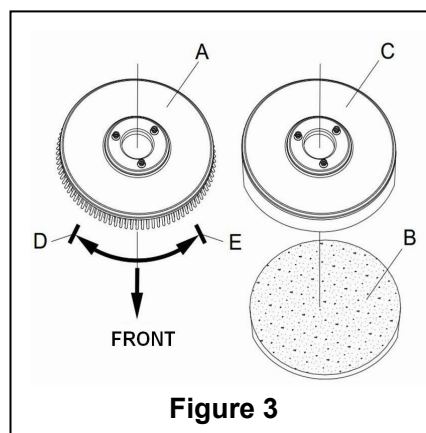

Figure 3
Selon le type de sol à nettoyer, la machine peut être équipée d'une brosse (Figure 3, A) ou d'un support de disque de nettoyage (Figure 3, B et C).
1. (Uniquement applicable sur **AS430C** et **AS510C**) : assurez-vous que le câble d'alimentation (9) coupant l'alimentation électrique et l'interrupteur (38) est en position débranchée (**O**).
2. Appuyez sur le guidon (2) pour incliner la machine vers l'arrière (26).
3. Placez la brosse (A) ou le plateau porte disque (B - C) selon le cas.
4. Utilisez le guidon (2) pour approcher le carter de la brosse (26) afin qu'il entre en contact avec la brosse ou le plateau porte disque.
5. Pour installer automatiquement la brosse/plateau porte disque, placez l'interrupteur d'alimentation (38) sur la position "I" et appuyez sur l'interrupteur de sécurité. Pousser doucement la machine vers l'avant afin de permettre à la roue de la courroie au fond du corps du réservoir de s'aligner avec la brosse ou le plateau porte disque qui peut ensuite être installé. Puis relâchez l'interrupteur de sécurité. Si nécessaire, répétez cette procédure jusqu'à ce que la brosse/le plateau porte disque soit installé.
6. Si l'étape 5 ci-dessus s'avère difficile, utilisez la méthode manuelle en suivant la flèche (D) pour installer la brosse/le plateau porte disque (comme indiqué dans la **Figure 3**).
7. Pour retirer automatiquement la brosse/le support du patin, tournez l'interrupteur d'alimentation (38) jusqu'à la position "O". Tenez le guidon avec la main puis appuyez sur la machine vers le bas jusqu'à ce que la roue de guidage touche le sol et que la brosse/le plateau porte disque soit suspendu dans l'air. Mettez l'interrupteur d'alimentation (38) sur la position "I" et appuyez sur l'interrupteur de sécurité pour laisser la brosse ou le plateau porte disque tourner jusqu'à ce que la brosse/le plateau tombe au sol.
8. Si l'étape n° 7 ci-dessus s'avère difficile, utilisez la méthode manuelle en tournant la brosse/le plateau porte disque dans la direction opposée au sens normal de rotation, il peut alors être retiré. (comme indiqué dans la **Figure 3**)